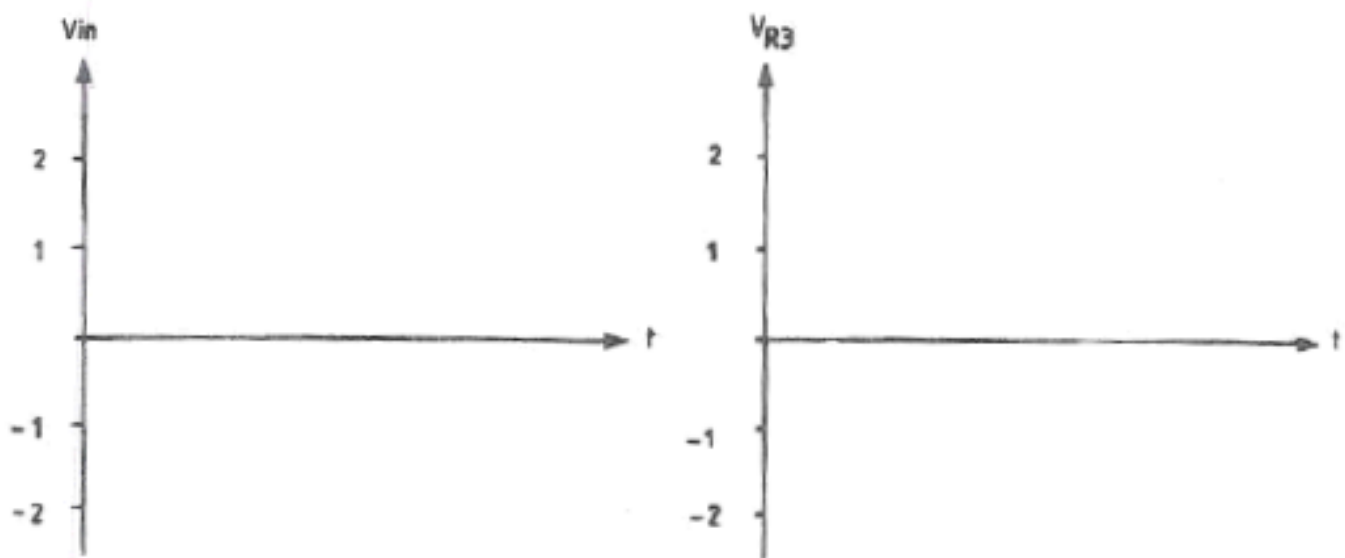

Fig. 4: Retificação da Onda Triangular
11. Repita todo o procedimento para as ondas triangular e quadrada de 200Hz. Plote as formas de onda nas Figs. 4 e 5.